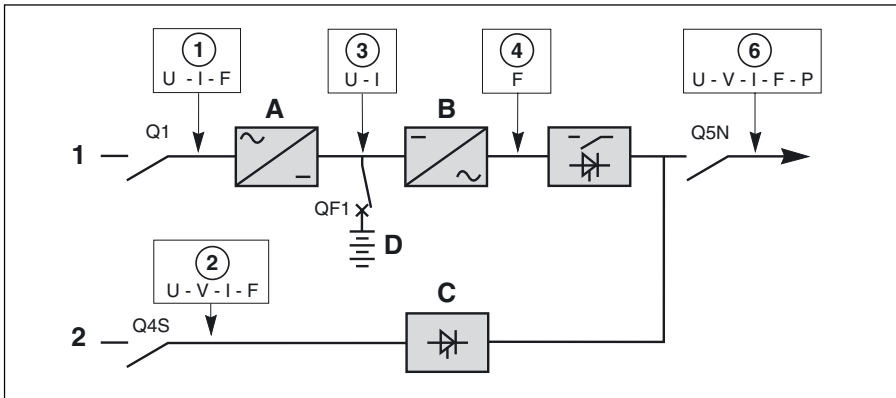

Fig. 23
L'afficheur (23) permet de visualiser des mesures sur les grandeurs d'entrée et de sortie de l'appareil (voir figure 23) :